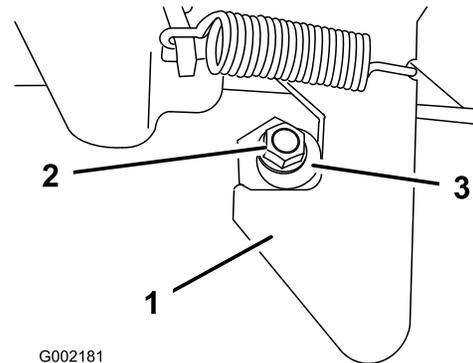

Рисунок 60
1. Ослабьте затяжку контргайки в конце стойки фиксатора (Рисунок 60).
2. Поворачивайте стойку фиксатора по часовой стрелке до тех пор, пока она не будет плотно прижата к крючковой части фиксатора (Рисунок 60).